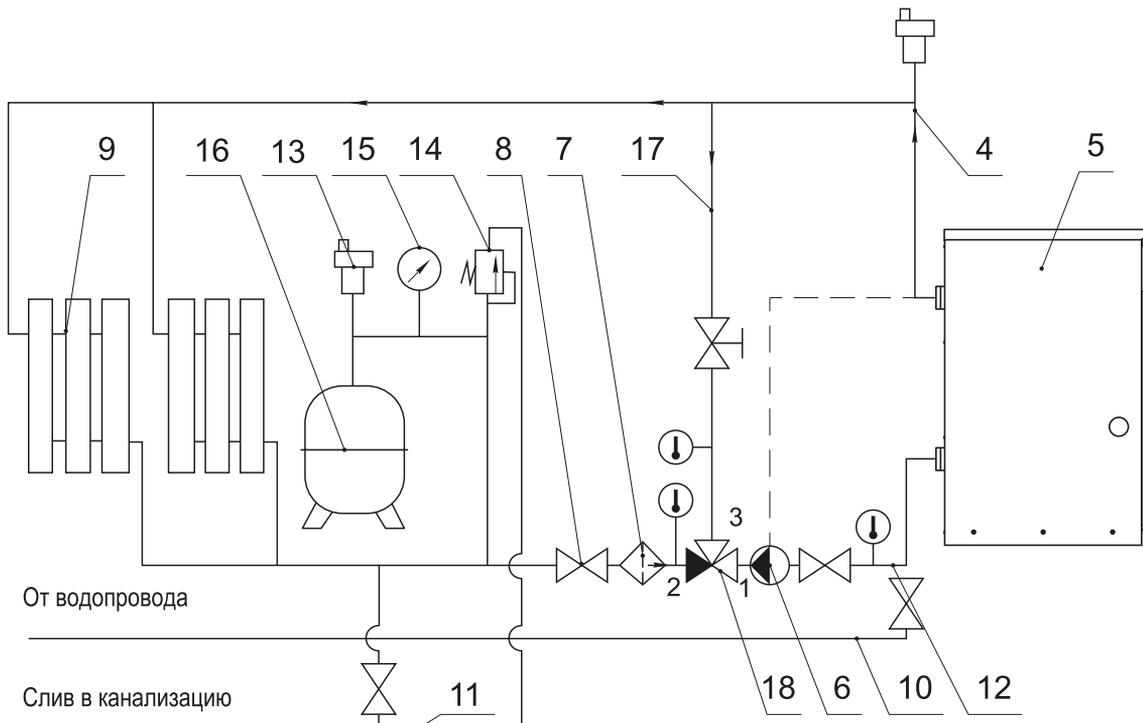

Рисунок 9
5.9 При использовании закрытой системы отопления (см. рис. 9) необходимо предусмотреть установку предохранительного сбросного клапана на давление не более 3 кгс/см² и манометр для контроля давления теплоносителя. Выход предохранительного клапана системы отопления должен быть присоединен к сливу в канализацию с разрывом струи.